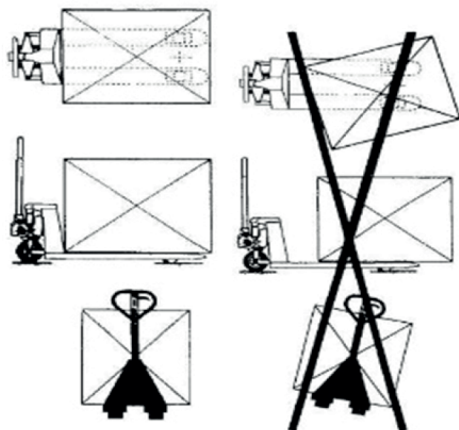

Figura 6
5.2 Se muestra la manera correcta de carga en la figura 6.